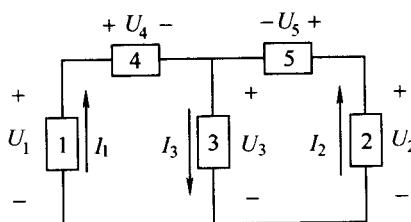

图 1.7 电流、电压实际方向与极性
**分析:** 本题共有三个小题。解第(1)小题应掌握电流、电压的实际方向与参考方向间的关系: 当实际方向与参考方向一致时, 其实验测定值取正号, 实际方向与参考方向相反时则取负号。例如电流  $I_1$ , 实际方向与参考方向相反,  $I_2$  和  $I_3$  实际方向与参考方向相同, 电压  $U_1$ 、 $U_3$ 、 $U_5$  实际极性与参考极性相同, 而  $U_2$ 、 $U_4$  则相反。第(2)小题中判别电源或负载有两种方法: ①用电流、电压的实际方向判别; 二者方向相反, 电流从“+”端流出, 为电源输出功率, 反之则是负载吸收功率。②用电流、电压参考方向计算功率: 二者参考方向一致, 计算功率  $P=UI$ , 若  $P$  值为正则为负载,  $P$  值为负则为电源, 参考方向相反则反之。例如元件 1: 电流实际方向与电压实际方向相反, 电流从“+”端流出, 故为电源。用参考方向计算  $P_1=U_1I_1=140\times(-4)=-560\text{W}$ , 为负值, 结果相同。第(3)小题计算各元件功率, 用参考方向计算, 然后将所有电源功率相加应等于所有负载功率相加, 达到功率平衡。若不相等说明计算有误或实验数据有误。
**解:** (1) 电流、电压实际方向与极性标明在图 1.7 中。
(2) 元件 1、2 为电源, 3、4、5 为负载。